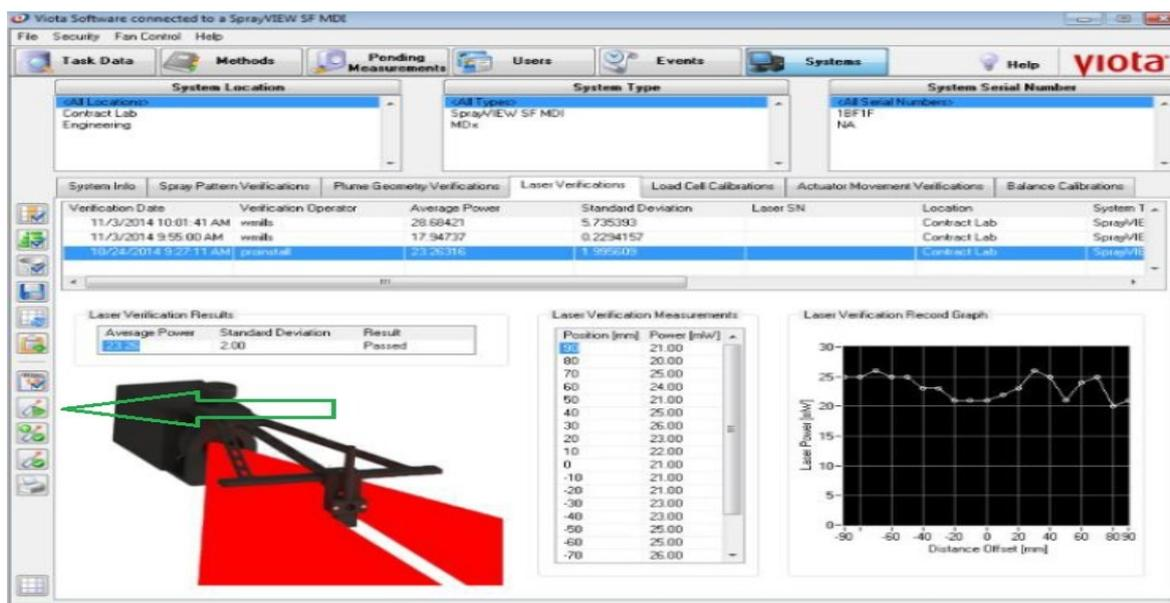

Figura 62. Botão de inicialização do teste de verificação do laser.
- f) Clique no botão *Laser Verification Test* conforme Figura 62, e colete os dados do teste de verificação do laser. O software Viota apresenta uma caixa de diálogo para informá-lo de que os intertravamentos de segurança serão automaticamente anulados e o componente laser será ligado depois do clique no botão *Next*>.